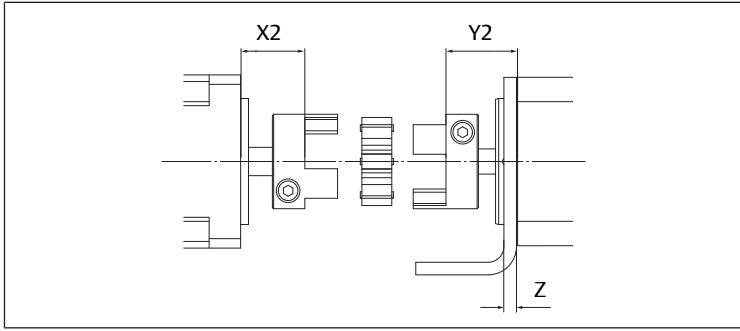

Fig. 13: Dimensiones de posición para el acoplamiento con fijación por pie
- Para el acoplamiento con fijación por pie. Véase → Fig. 13 y → Tab. 5.
- Apriete los tornillos (12).